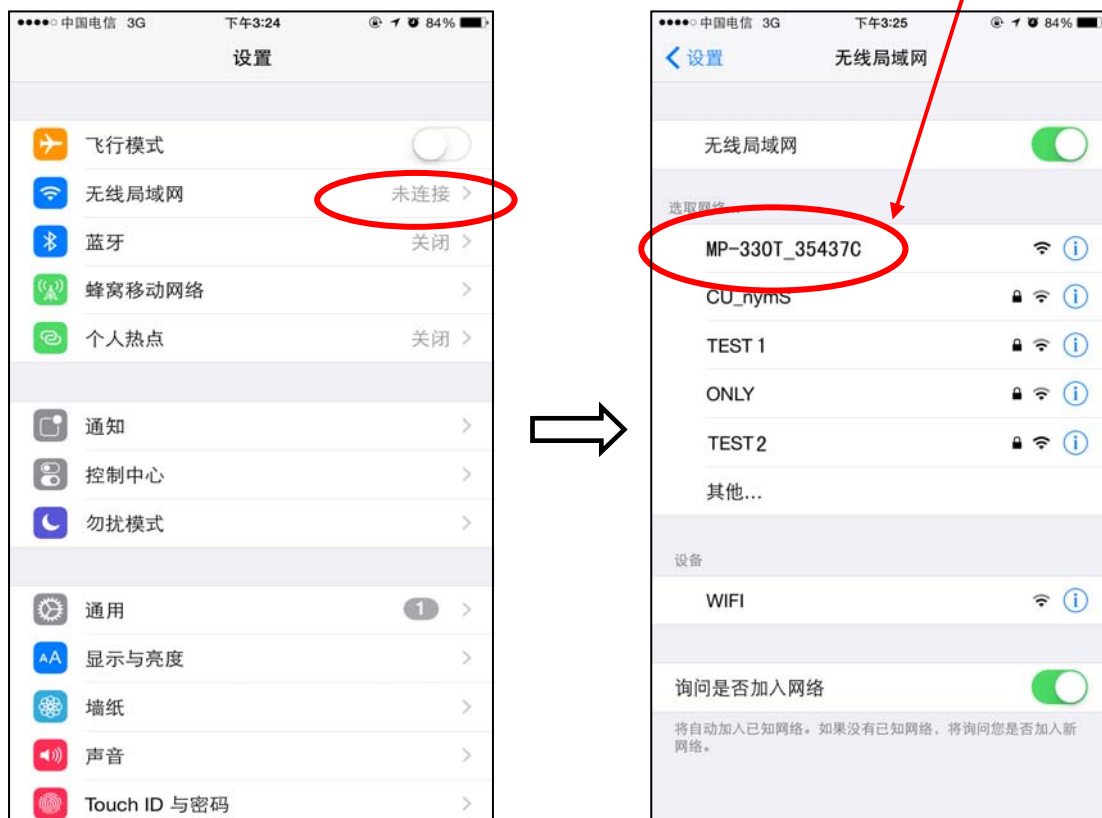

图 3
2. 点击手机“设置”键，弹出设置界面，开启“WLAN”功能，点击手机搜索到的打印机Wi-Fi进行连接，打印机Wi-Fi名称默认为“打印机型号+6位数字和字母”组成（如图3）。